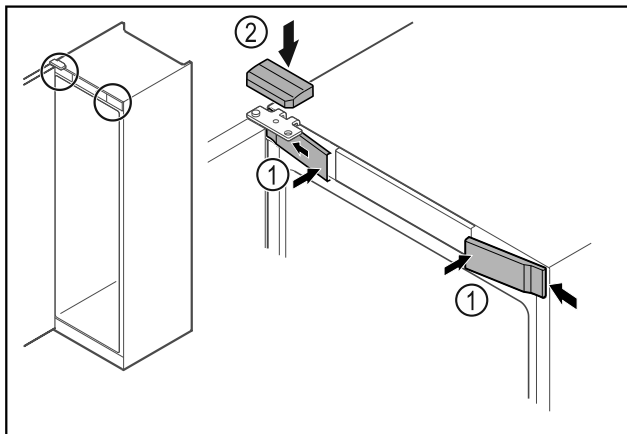

Fig. 63
- Kiinnitä etusuojukset Fig. 63 (1) sivulta ja lukitse paikalleen.
- Paina ylempi suojus Fig. 63 (2) yläkautta paikalleen.